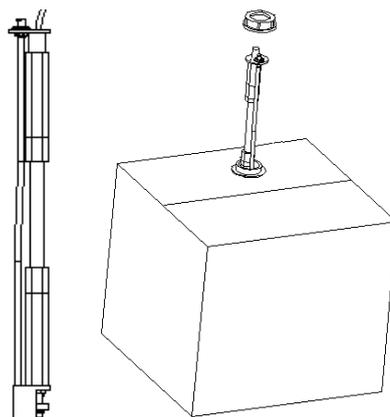

Рис. 3-4 Установка датчика уровня дилюента
4. Установите датчик уровня дилюента емкость с дилюентом, как показано на Рис. 3-4. При установке держите датчик уровня строго вертикально и затяните крышку с датчиком.